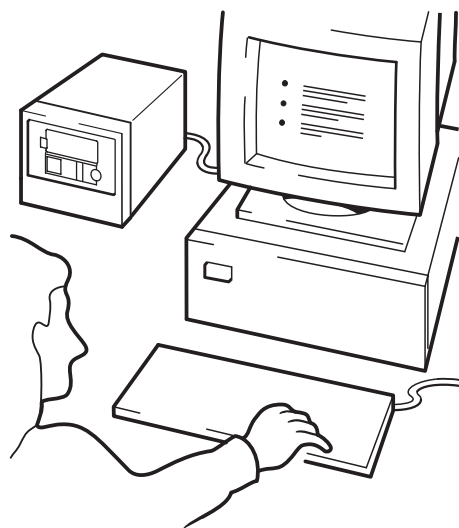

Figura 14d: HP OBDR, paso 4
- 4 Siga las instrucciones de la pantalla para configurar el sistema operativo (véase la figura 14d). (Variarán en función del software de copia de respaldo utilizado.) Normalmente puede aceptar todas las respuestas predeterminadas a todas las indicaciones presionando <Intro>. La pantalla LCD mostrará el mensaje "Modo OBDR" mientras el cargador automático de cintas restaura el sistema operativo a un estado en el que pueda ejecutar una restauración de datos normal. Una vez se haya configurado y reiniciado el sistema operativo, el mensaje de la pantalla LCD "Modo OBDR" desaparecerá y los indicadores LED de Recámara presente y Actividad de cinta mostrarán una luz verde fija.